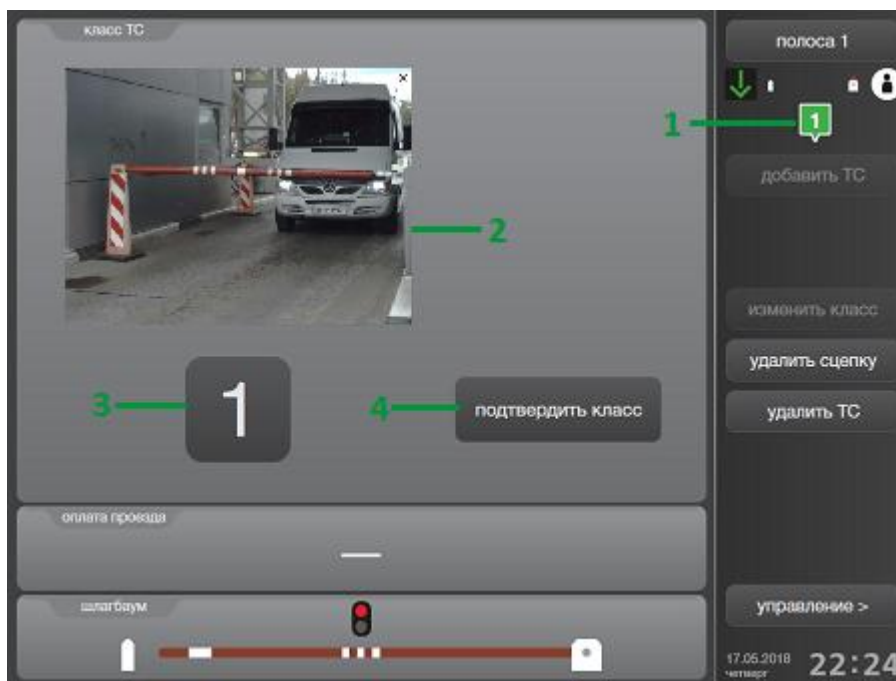

Рисунок 78. Подтверждение класса ТС
При въезде ТС на полосу оплаты въездной классификатор определяет класс ТС. Въехавшее на полосу ТС добавляется в очередь, информация об очереди на полосе отображается в зоне контроля и управления основной панели (рис. 78, поз. 1).
- информация об очереди на полосе (рис. 78, поз. 1);
- видеоизображение полосы в режиме реального времени (рис. 78, поз. 2);
- класс ТС, определенный на этапе пре-классификации и кнопка изменения класса ТС (рис. 78, поз. 3).
Шаг 1. Сверить значение автоматически определенного класса ТС (рис. 78, поз. 3) с его видеоизображением (рис. 78, поз. 2).
Шаг 2. Если класс ТС определен верно, нажать на кнопку **[подтвердить класс]** (рис. 78, поз. 4).
- 1) нажать на значок класса (рис. 78, поз. 3);
- 3) подтвердить выбранный класс нажатием на кнопку **[подтвердить класс]** (рис. 78, поз. 4)